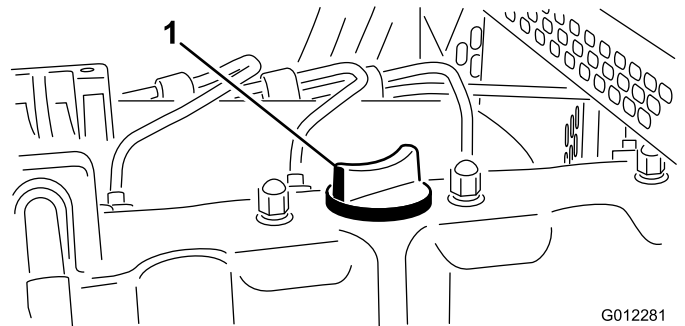

図 11
5. オイルの量が不足している場合は、補給キャップ(図 11)を取り、Full 位置までオイルを補給する。